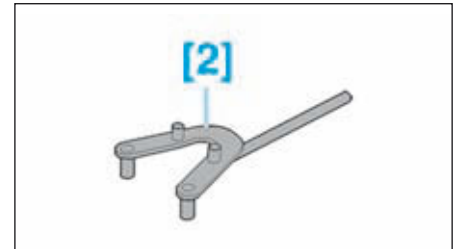

FIG.75
- [2]. Outil de maintien de la roue dentée d'arbre à cames (référence : 0132-AA) (Fig.75).